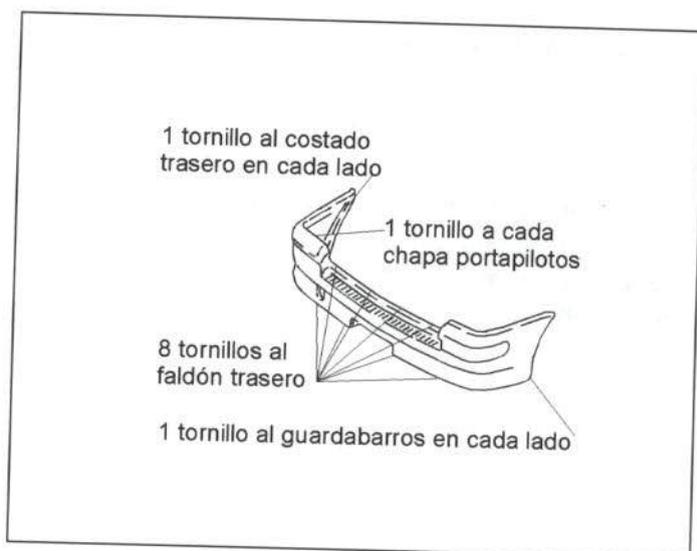

Figura 47.- Unión del paragolpes trasero
En la figura 47 se muestra su unión.
- Paragolpes trasero (figura 47).